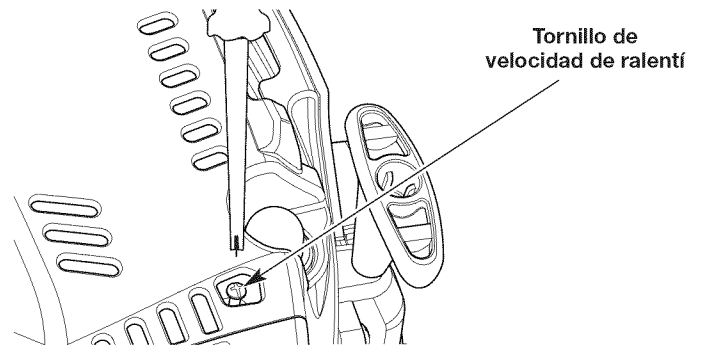

Fig. 24
2. Suelte el control del acelerador y deje que el motor funcione en ralentí. Si el motor se para, use un destornillador Phillips pequeño para girar el tornillo de velocidad de ralentí en el sentido de las agujas del reloj, 1/8 de giro cada vez (según sea necesario) hasta que el motor funciona al ralentí de manera uniforme (Fig. 24).
3. Si el motor funciona al ralentí demasiado rápidamente, gire el tornillo de velocidad de ralentí en el sentido contrario a las agujas del reloj, 1/8 de giro cada vez (según sea necesario) para reducir la velocidad de ralentí (Fig. 24).